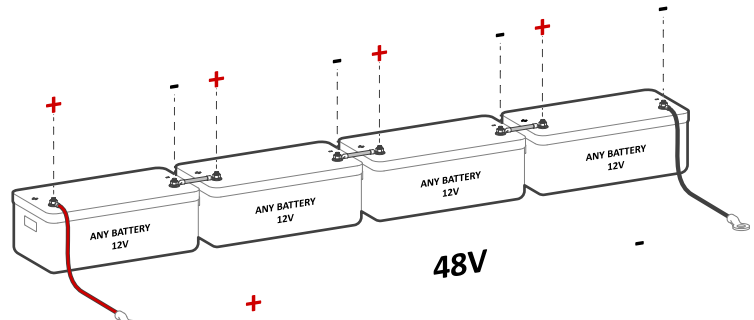

Figura 5b: Conexión de cuatro (4) baterías en serie de 12V
⚠ El Sol-Ark 8K-2P-L es un sistema de **48Vcd nominales**. **NO** conecte el inversor a ninguna otra configuración de voltaje. Si utiliza baterías de 12V, **NO DEBE** exceder cuatro (4) baterías en serie, tal como se observa en la figura 5b. El inversor puede trabajar con cualquier tipo de baterías siempre que se mantenga dentro del rango de operación de **40V a 60V**.